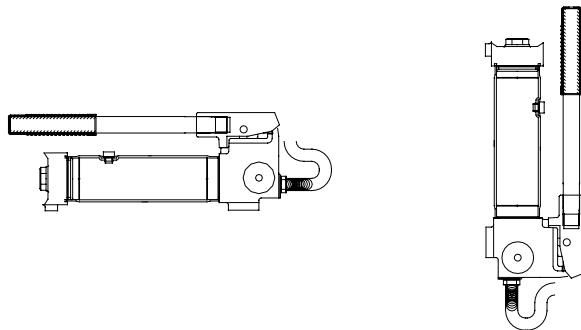

Figura 6: Posición horizontal y vertical
- La bomba puede utilizarse en posición vertical y horizontal, como se ilustra en la Figura 6.